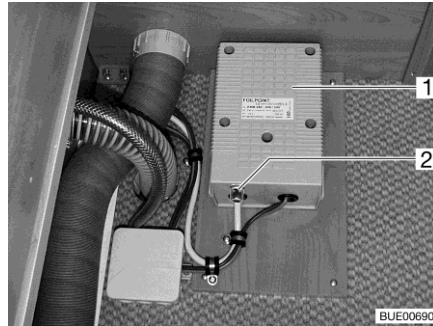

Bild 226 Transformator för elektrisk golvvärme
Om transformatorn (Bild 226, 1) överbelastas aktiveras överbelastningsskyddet. Stiftet (Bild 226,2) skjuts ut.
- Tryck in stiftet (Bild 226,2) på överbelastningsskyddet igen när transformatorn har svalnat.